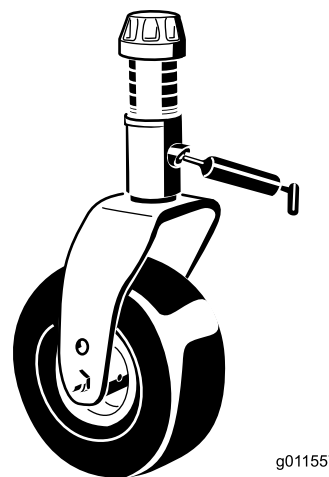

Figura 83
- 1 boccola dell'albero della forcella della ruota orientabile (Figura 83)